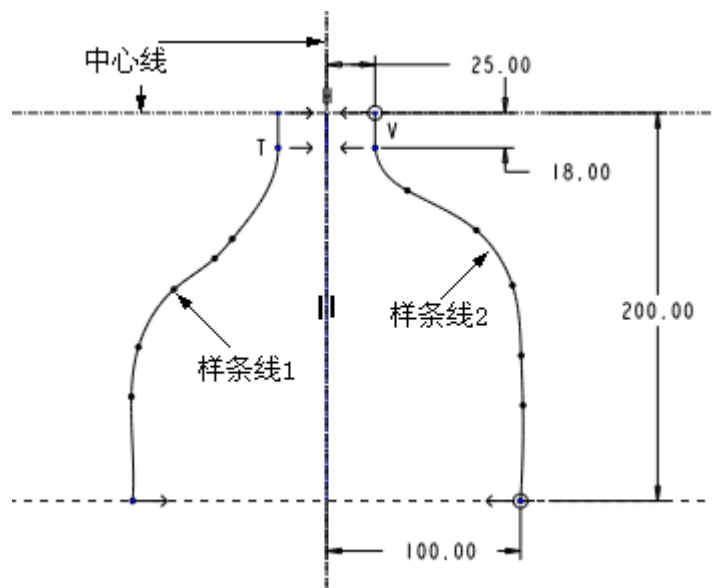

图 45-5
- (5) 单击基准特征工具栏中的  按钮, 打开【草绘的基准曲线】对话框。
- (6) 选择 RIGHT 基准面为草绘平面, TOP 基准面作为参照面, 单击【草绘】按钮, 进入草绘工作界面。
- (7) 绘制如图 45-5 所示的草图。